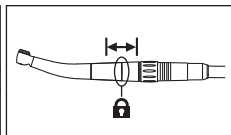

Fig. 3
- ❷ Assurez-vous que la pièce à main est bien installée dans le raccord (Fig. 3).